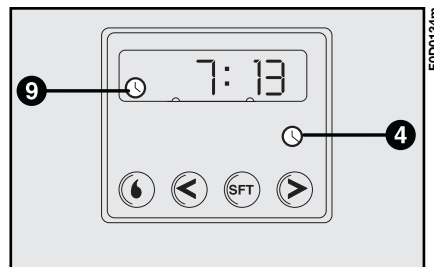

Abb. 88
– Druck auf die Taste **4**: Das Display und die Warnleuchte **9**, Abb. 88 leuchten.
## Ablesen der aktuellen Uhrzeit, Abb. 88